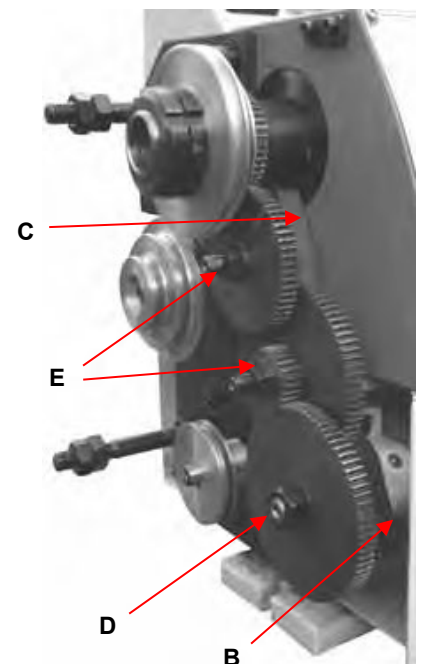
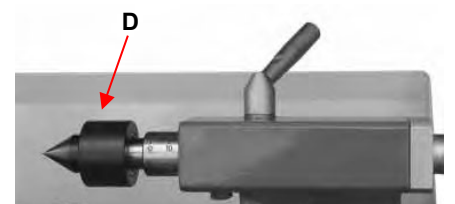

Abb. 19
Abb. 29
3. Lösen Sie die Feststellschraube (B, Abb. 19) am Quadranten.
4. Schwenken Sie den Quadranten (C, Abb. 19) nach rechts.
5. Um die Wechselräder nach vorne zu entfernen, schrauben Sie die Mutter (D, Abb. 29) von der Leitspindel bzw. die Muttern (E, Abb. 19) von den Quadrantenbolzen ab.
Die mitlaufende Spitze ist kugelgelagert. Ihre Verwendung wird bei Drehgeschwindigkeiten über 600 U/min dringend empfohlen. (Abb. 29)